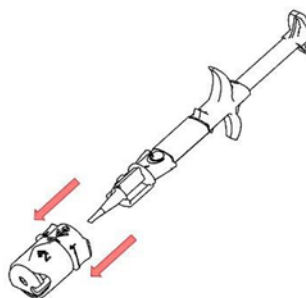

Fig. 3.
6. Remova o adaptador juntamente com o anel rotativo, como indicado '4' (Fig. 3), puxando para fora e descartando-o.